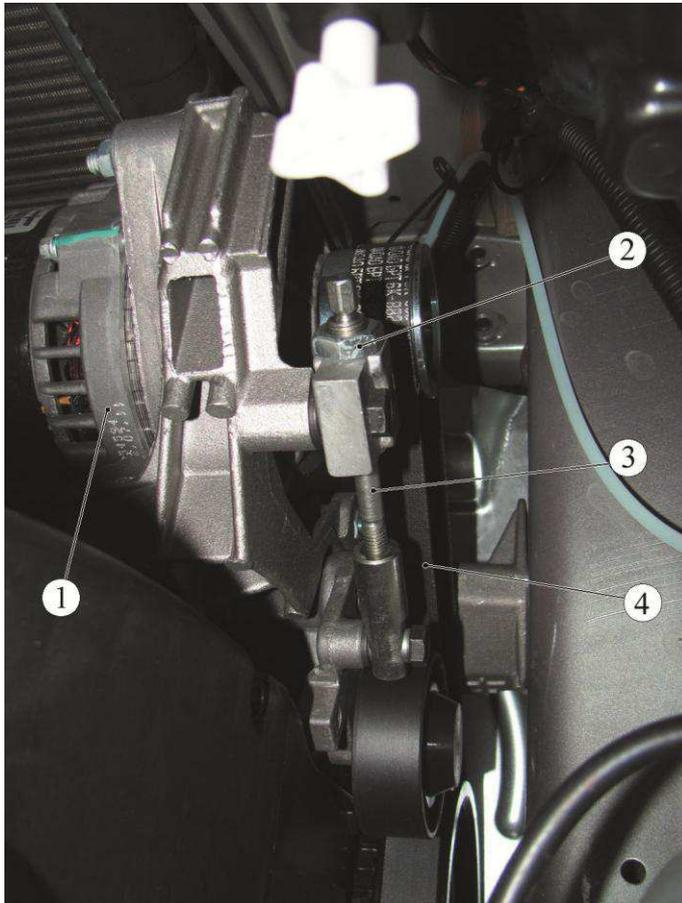

Рисунок 4-1 – Снятие ремня привода навесных агрегатов:
- отвернуть на 3...4 оборота контргайку 2 натяжителя, рисунок 4-1;
№ документа	Установить генератор в последовательности обратной снятию и отрегулировать натяжение ремня привода навесных агрегатов вращением винта 3, рисунок 4-1, натяжного ролика за шестигранник против часовой стрелки. После регулировки застопорить винт 3 контргайкой 2 (ключ кольцевой 19, головка сменная 8, ключ трещоточный, ключ моментный).